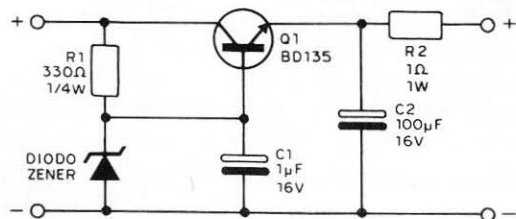

figura 3
Na figura 3 mostramos então um diagrama em que os resistores além dos valores em ohms (Ω) têm também indicada a sua potência em watts (W), e os capacitores, além de seus valores que podem vir em nanofarads, picofarads e microfarads (nF, pF e μ F), a tensão que o capacitor deve suportar para poder funcionar.